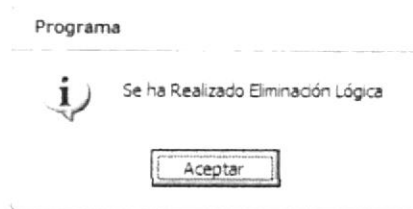

Figura 5.39 Mensaje de Eliminación de Usuarios
3. Si se ha realizado la eliminación aparecerá el mensaje (Ver figura 5.39)